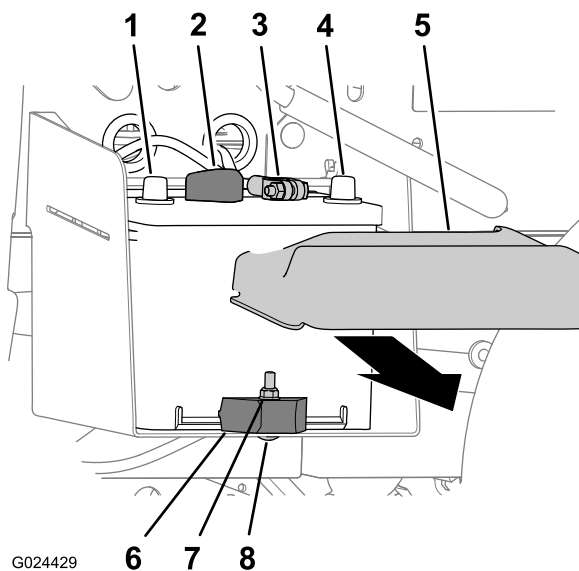

Figura 48
1. Apriete los lados de la tapa de la batería y retire la tapa de la parte superior de la batería (Figura 48).
- Desconecte el cable negativo (negro) de la batería del borne de la batería (Figura 48).
- Desconecte el cable positivo (rojo) del borne de la batería (Figura 48).
- Retire la contratuerca, el perno de cuello cuadrado y la abrazadera que sujetan la batería a la bandeja de la máquina (Figura 48).
- Retire la batería de su bandeja (Figura 48).
- Alinee la batería con la bandeja de la batería de la máquina (Figura 48).
Nota: Asegúrese de que los bornes positivo y negativo de la batería están alineados según se muestra en Figura 48.
- Sujete la batería a la bandeja de la batería con la abrazadera, el perno de cuello cuadrado y la contratuerca (Figura 48).
- Conecte el cable positivo (rojo) de la batería al borne de la batería (Figura 48).
- Conecte el cable negativo (negro) al borne de la batería (Figura 48).
- Instale la tapa de la batería en la parte superior de la batería (Figura 48).